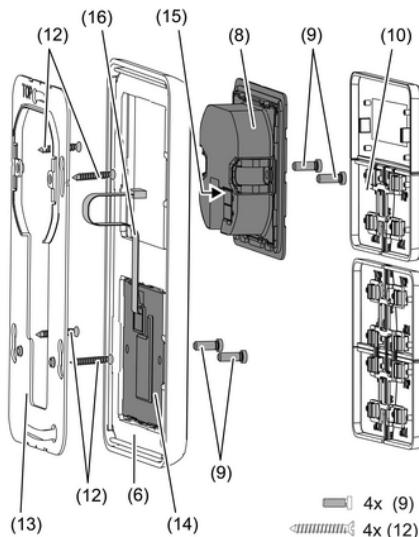

Рисунок 3: Монтаж с расширительным модулем датчиков касания
При использовании расширительного модуля датчиков касания (рисунок 3): предпочтителен вертикальный монтаж. Использовать большое опорное кольцо (13). При монтаже только в одной розетке для скрытого монтажа нижние винты утопить в стене, например с отверстием Ø 6 x10 мм. Опорное кольцо использовать в качестве шаблона.
- Опорное кольцо (5) или (13) установить в правильном положении на розетку прибора. Учитывать маркировку **TOP** = Верх; маркировка **A** или **B** спереди. Использовать исключительно прилагаемые винты для розеток (12).
- Установить рамку (6) на опорное кольцо.
- Расширительный модуль датчиков касания (14) предпочтительнее монтировать снизу. Проложить соединительный провод (16) между опорным кольцом и промежуточной перемычкой.
- Расширительный модуль датчиков касания: соединительный провод (16) установить в правильном положении в гнезде (15) в модуле регулятора. Не допускать раздавливания соединительного провода (рисунок 3).
- Модуль регулятора (8) с контактным зажимом KNX (11) подсоединить к KNX и установить на опорное кольцо.
- Закрепить модуль регулятора (8) и расширительный модуль датчиков касания (12) на опорном кольце с помощью прилагаемых пластмассовых винтов (8). Не затягивать пластмассовые винты слишком сильно.
- Перед монтажом панелей управления (10) загрузить в устройство физический адрес (см. главу 5.2. Ввод в эксплуатацию).